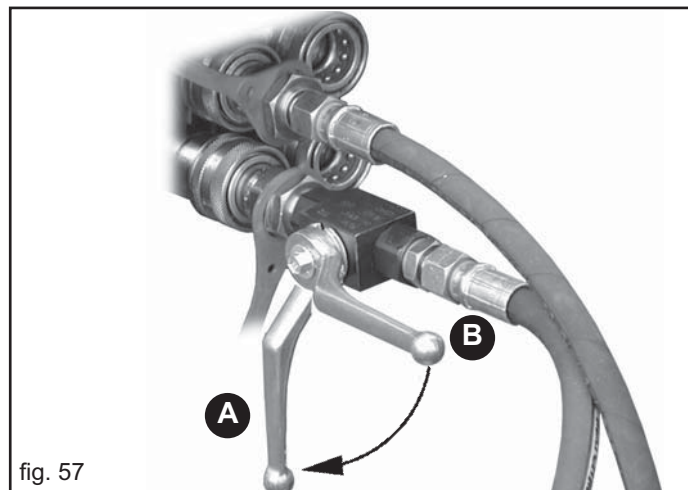

fig. 57
Le tuyau oléohydraulique de refoulement qui déplace le chariot est doté d'un robinet (Fig. 57) permettant d'exclure son déplacement accidentel.
Après avoir préparé l'équipement pour le transport routier, fermer le circuit de l'installation oléohydraulique du chariot en tournant la poignée du robinet sur la position indiquée (A, Fig. 57).
Retirer les pivots de sécurité et soulever complètement le semoir du terrain avant de déplacer les châssis latéraux (1-Fig. 61, 2-Fig. 62). Ouvrir le circuit de l'installation oléohydraulique du chariot (B, Fig. 57).
**Après avoir préparé l'équipement pour le transport routier, fermer le circuit de l'installation oléohydraulique du chariot en tournant la poignée du robinet sur la position indiquée (A, Fig. 57).**